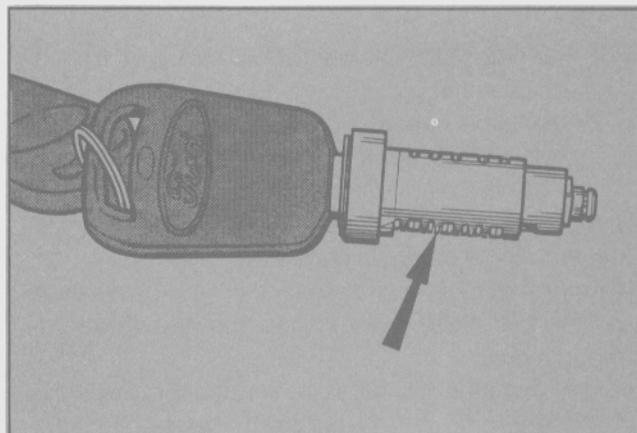

Fig. 342 - Conjunto del cilindro. Los fiadores están al ras con el alojamiento cuando la llave está totalmente introducida.
- Introducir completamente la llave en el cilindro y verificar que todos los fiadores se encuentren a ras con el alojamiento como se muestra en la Fig. 342.